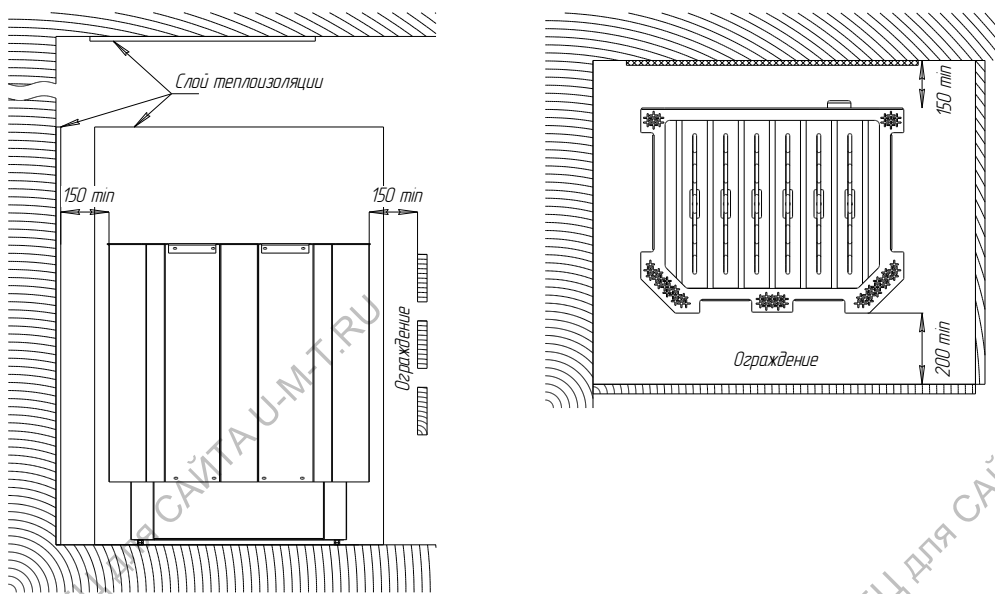

Рис.1 Схема установки
6.1. **ВЫБОР МОЩНОСТИ** каменки необходимо производить с учетом размеров сауны (п.п.2.6), помещения парилки (п.п.6.2.), а также расстояния от каменки до стен, потолка, пола в соответствии с размерами указанными на рис.1 «Схема установки». Каменка со слишком большой мощностью нагреет сауну слишком быстро, камни не успеют хорошо прогреться и вода, политая на камни, вместо того, чтобы превратиться в пар, просто стечет. С другой стороны, при недостаточно мощной каменке, процесс нагрева сауны будет нежелательно долгим, что сокращает срок службы нагревательных элементов.
6.4. **УСТАНОВКА КАМЕНКИ** производится согласно рис.1 «Схема установки». Каменка устанавливается на теплостойкий фундамент и выставляется по высоте с помощью регулируемых по высоте ножек. Произведите регулировку каменки по уровню пола, и зафиксируйте ножки контрирующей гайкой, для исключения их раскручивания.
Около каменки стены и пол сауны должны иметь огнезащитную панель из листового металла с теплоизоляцией из листового асбеста или минваты. Установку защитной решетки вокруг каменки следует производить на расстоянии указанном на рис.1 «Схема установки».